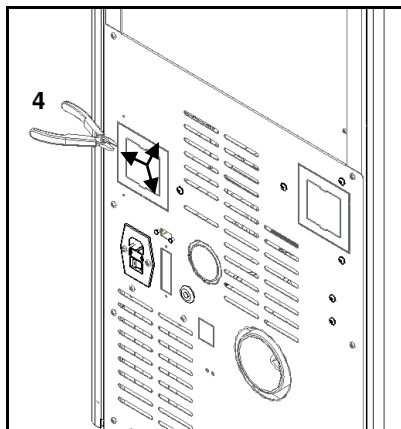

Figura 89 - Remoção tampa posterior salamandra
g) Na parte posterior do equipamento remover a tampa assinalada na Figura 89, cortando nas zonas assinaladas com um alicate de corte (4).